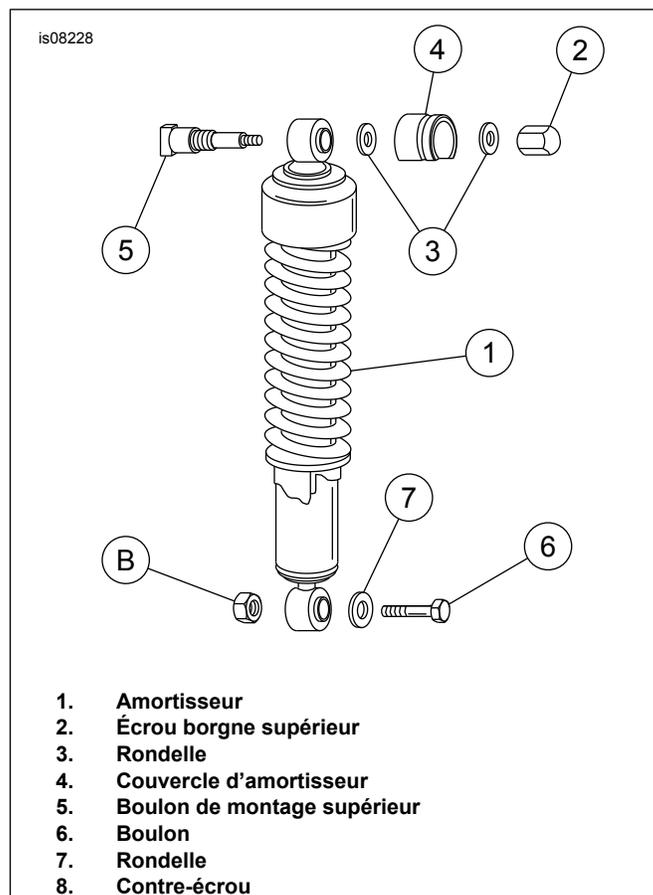

Figure 6. Dépose du couvercle d'amortisseur – modèles Hugger seulement
4. Voir Figure 6. Avec le garde-boue arrière et le cadre soutenus en toute sécurité, retirer les amortisseurs droit et gauche en enlevant l'écrou supérieur (2), la ou les rondelles (3) et le couvercle d'amortisseur (4). Retirer le boulon (6), la rondelle (7) et le contre-écrou (8) au niveau de la monture d'amortisseur inférieure. Retirer l'amortisseur.
6. Voir Figure 6. Installer les amortisseurs en utilisant la visserie d'origine. Serrer l'écrou borgne (2) à un couple de 28,5 à 47,5 N·m (21 à 35 lb·pi). Serrer le contre-écrou (8) à un couple de 40,7 à 67,8 N·m (30 à 50 lb·pi).